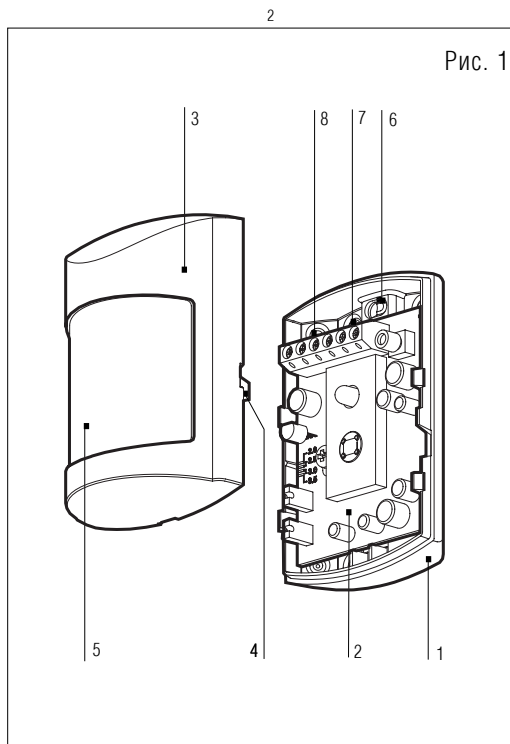

Рис. 1
Известатель выполнен в виде одного блока (Рис.1) и состоит из:
- Вскрыть необходимое отверстие для ввода проводов 6 (рис.1), а также необходимые отверстия 7 при установке на плоскости или отверстия 8 при установке в углу. При необходимости допускается снять плату с основания, вывинтив фиксирующий шуруп.